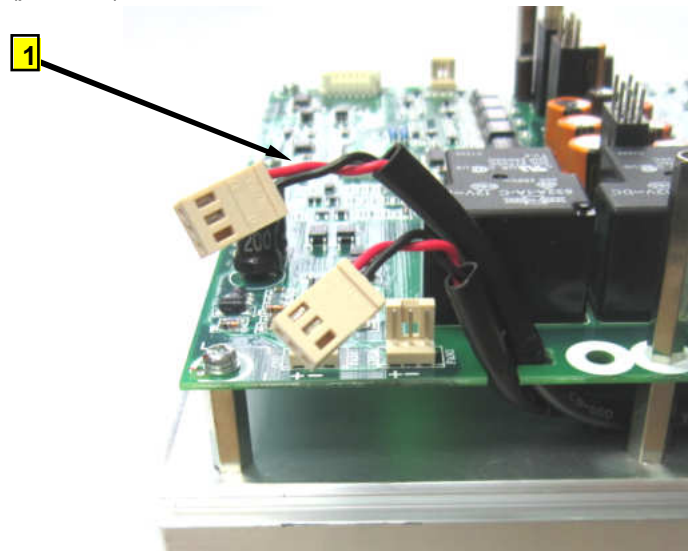

Рис. 6.6
- 6.4.2. Отсоединить розетки кабелей вентиляторов «1» от разъёма на плате драйверов (рис. 6.6).
7.5.4. Соединить разъемы вентиляторов с ответной частью на плате (рис. 6.6).